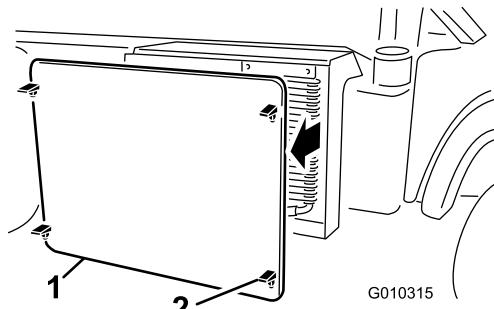

Figure 56
2. Déverrouillez et enlevez l'écran devant le radiateur (Figure 56).